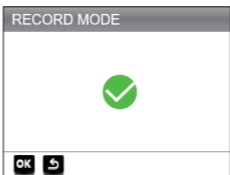

Figure 8.1.5
4. Pour modifier le réglage du mode d'enregistrement (voir figure 8.1.5), sélectionnez Mode d'enregistrement et appuyez sur [OK]. Le mode d'enregistrement est activé par défaut, mais vous pouvez le désactiver en appuyant à nouveau sur [OK].